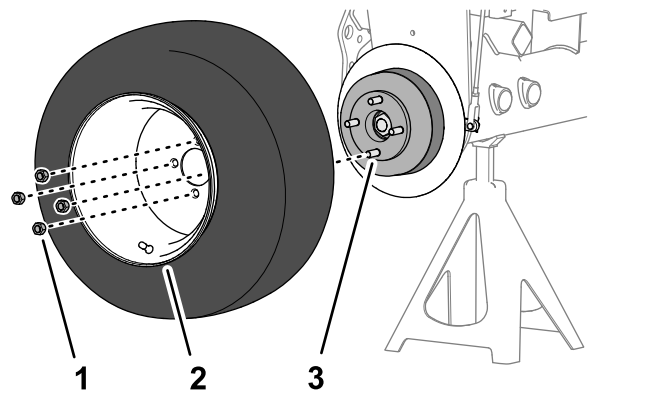

Figure 72
1. Fixez la roue sur le moyeu avec les 4 écrous de roue (**Figure 72**), et serrez les écrous à la main.